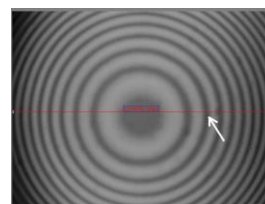
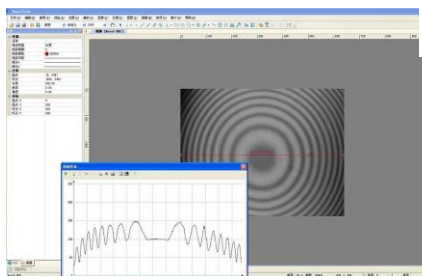

图 6 牛顿环图上画水平线段
图 7 光强变化图
4. 在菜单中选取测量-线段-水平线段，然后在牛顿环图上画一水平线段，双击确认，如图 6。在菜单中选取处理-剖面线。就会得到牛顿环各条纹光强变化图，如图 7。根据剖面线，上下调节一下镜筒，使牛顿环清晰。左右略微移动一下钠灯光源，使光照